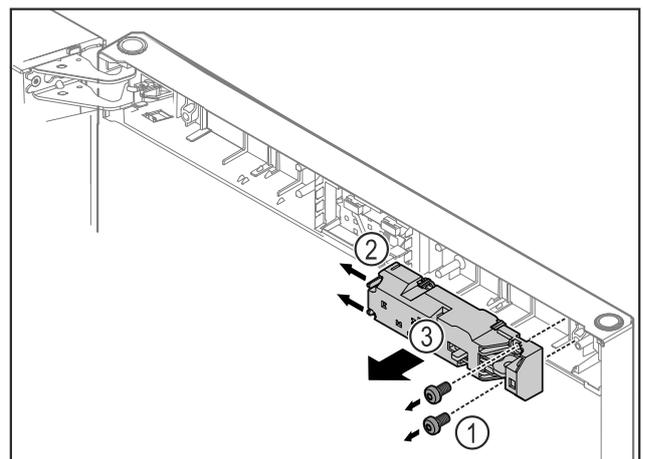

Fig. 13
- ▶ Schrauben Fig. 13 (1) entfernen.
- ▶ Rastnasen Fig. 13 (2) zur Seite drücken und Fernschloss Fig. 13 (3) abnehmen.